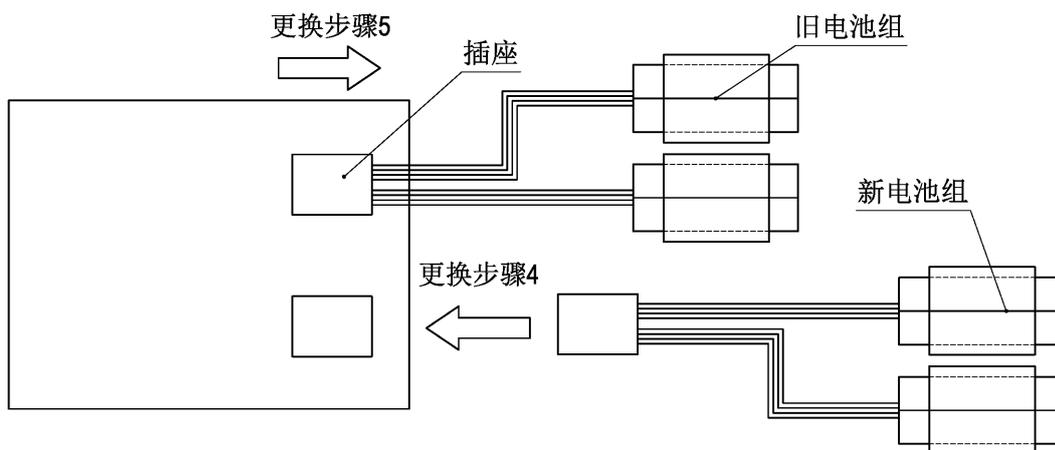

图 15 电池组连接
- ① 关闭控制器主电源；
- ② 拆下电池盒螺钉，拉出电池盒，以便更换；
- ③ 将旧电池组从电池盒中取出，注意不要拔下旧电池组插头；
- ④ 将新电池组的插头插在电池盒内空闲的插座上（参考图 15）；
- ⑤ 拔下旧电池组；